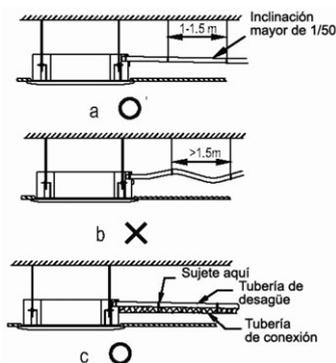

Figura 28
Hay que evitar curvas y lugares donde se deposite el agua. (figura 28 a)
- Cuando la conecte, no tire con fuerza de la tubería de desagüe para impedir que arrastre el cuerpo. Asimismo, debe establecer un punto de apoyo cada 1~1,5 m para impedir que la tubería de desagüe cuelgue (figura 28 b). También puede sujetarla a la tubería de conexión (figura 28 c)